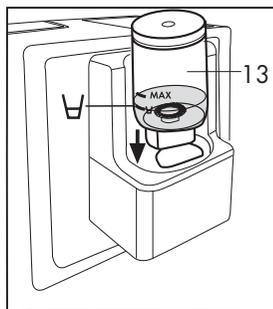

Fig. 12
• Versare nel bicchiere il latte a seconda della quantità desiderata, senza superare il livello  indicato sul bicchiere. Inserire completamente il frullino (13) nella propria sede (Fig. 12)
- Premere il tasto  (G) per il latte montato caldo. Per il latte montato freddo premere il tasto  (G) per 2 secondi. Attendere la fine della preparazione.